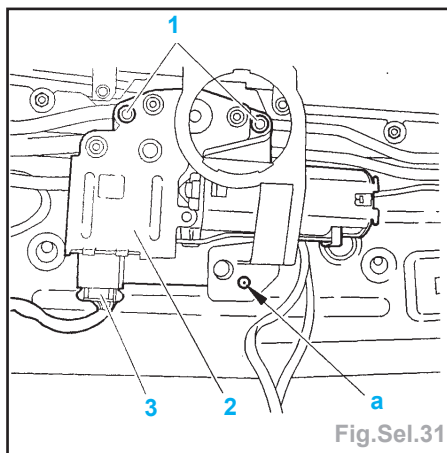

Fig.Sel.31
- Percer le rivet en «a» (Fig.Sel.31).
- Débrancher le connecteur (3).
- Déposer les vis (1) et le moteur (2).